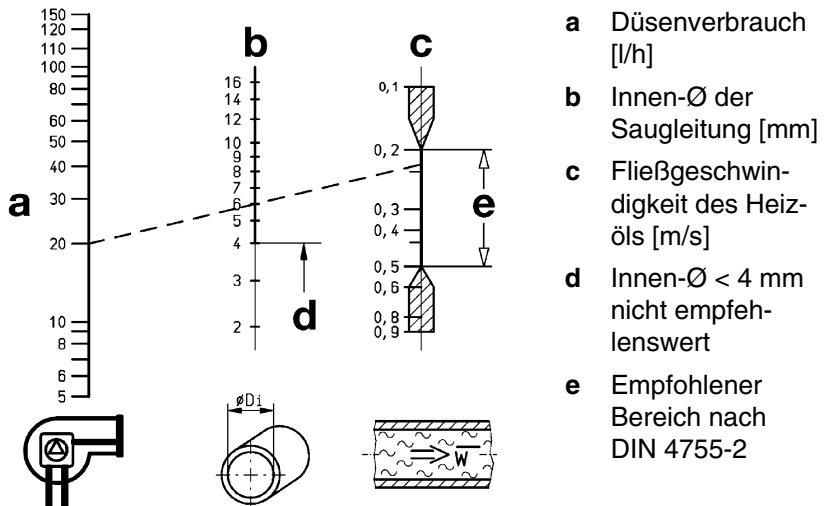

Bild 3: Nomogramm
- Durchmesser der Saugleitung nach Tabelle 4 oder Bild 3 bestimmen.